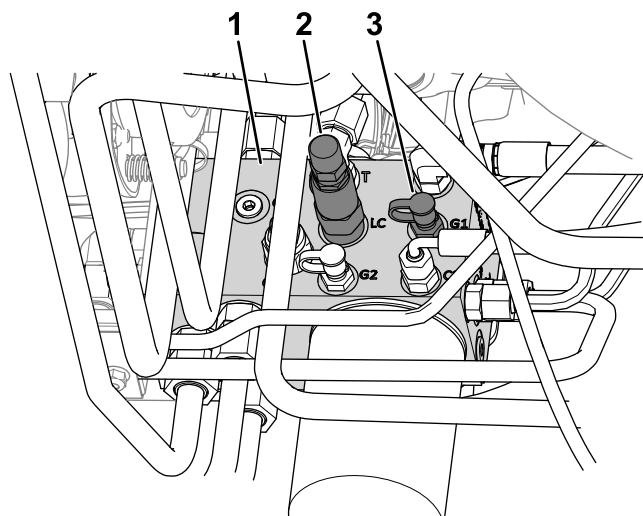

Figura 24
- Conectați un manometru la portul de testare (cu eticheta G1; consultați Figura 24).
- La partea laterală a colectorului de ridicare, scoateți capacul de la portul de testare (cu eticheta G1; consultați Figura 24).
- Slăbiți contrapiulița de la extremitatea supapei hidrolice de transfer de greutate (cu eticheta LC; consultați Figura 24).